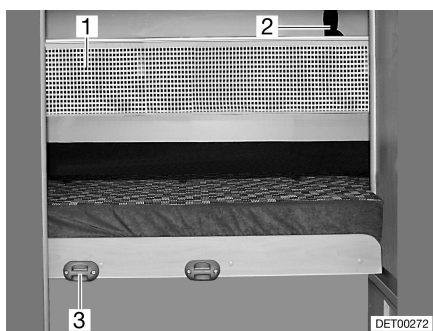

Fig. 38 Filet de sécurité
- Accrocher l'échelle de montée par les longerons sur le bandeau (Fig. 38,3) installé sur le cache.
Filet de sécurité Le filet de sécurité (Fig. 38,1) de série est rangé entre le matelas et le sommier à lattes. Ne tendre le filet de sécurité qu'une fois que la personne se trouve dans le lit.
- Faire s'enclencher les sangles de retenue (Fig. 38,2) dans les œilletons du plafond.